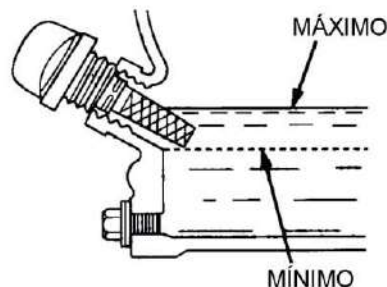

FIGURA 10. VARILLA DE NIVEL DE ACEITE
4. Si el nivel de aceite es bajo (Figura 10), llene hasta el borde del nivel de aceite con el tipo de aceite recomendado (Tabla 1). La capacidad máxima de aceite es 400 cc.